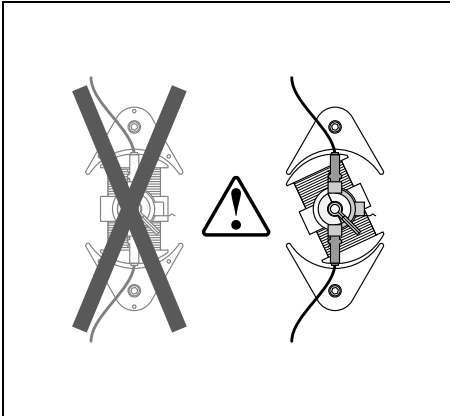

Fig. 7
- Achtung! Bürsten bei Motoraufbauten mit Zweipolrotor erst an Spannung anschließen wenn der Rotor so gedreht ist, daß die Kohlen der Bürsten die Unterbrechungsstellen des Kommutators nicht mehr überbrücken (Fig. 7) und kein Kurzschluß entsteht.
- Attention: In motor assemblies with two-pole rotor, turn the rotor so that the carbon of the brushes no longer bridges the interrupter gaps of the commutator before connecting the voltage to the brushes (Fig. 7), so that no short circuit can occur.